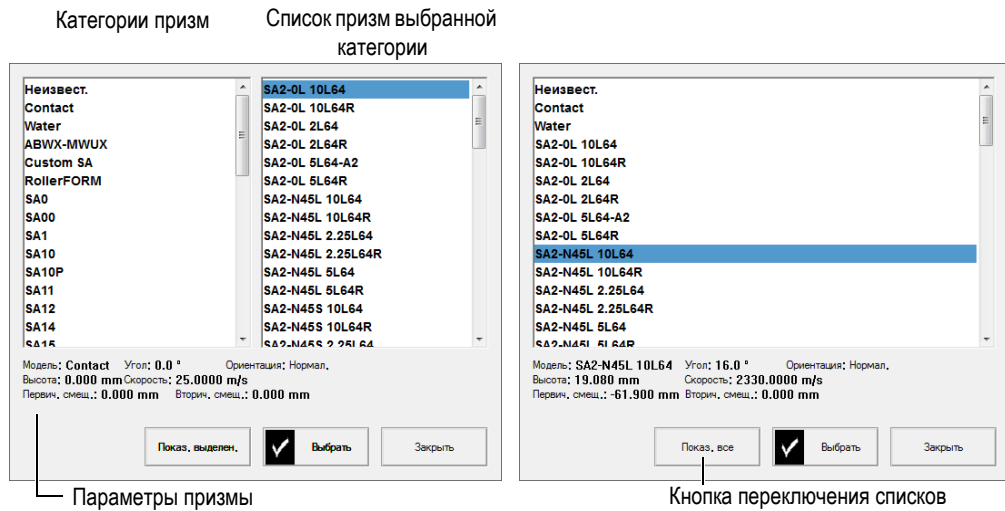

Рис. 4-3 Списки призм в диалоговом окне выбора призмы
3. Нажмите **Призма**, чтобы открыть предустановленный список призм (см. Рис. 4-3 на стр. 102):